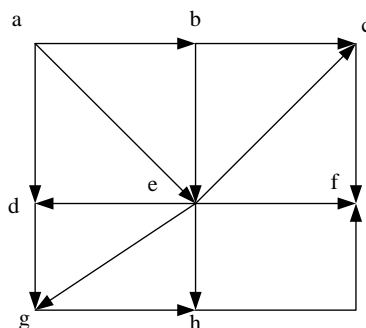

Рис. 3
3. Для направленного графа электрической сети, показанного на рис.3, выделить дерево и хорды, пронумеровать ветви, составить матрицы M , N , \dot{Y}_y (последняя – в общем виде).